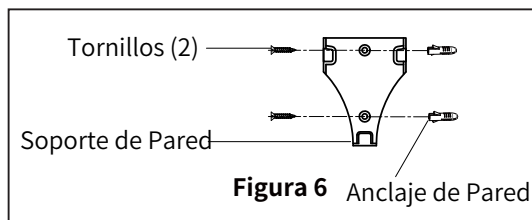

Figura 6
□ **Instalación del Soporte de Pared:(Figura 6)**